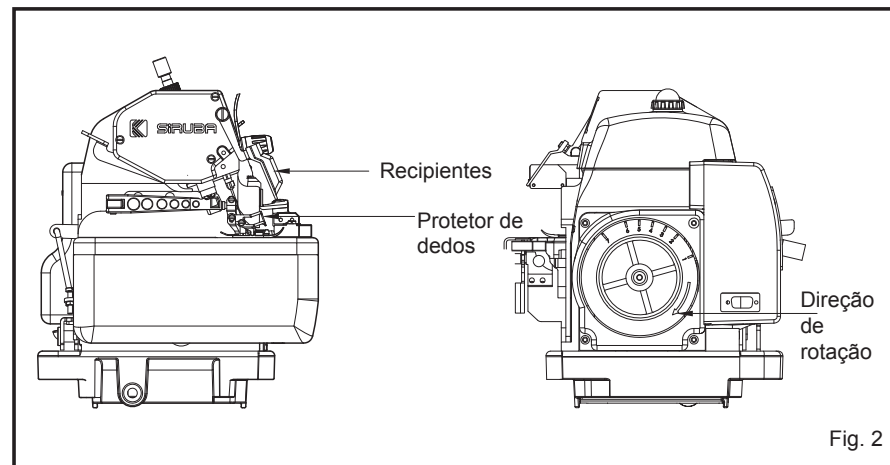

Fig. 2
- Dispositivo de proteção de segurança e Dispositivo de segurança.(Fig. 2)